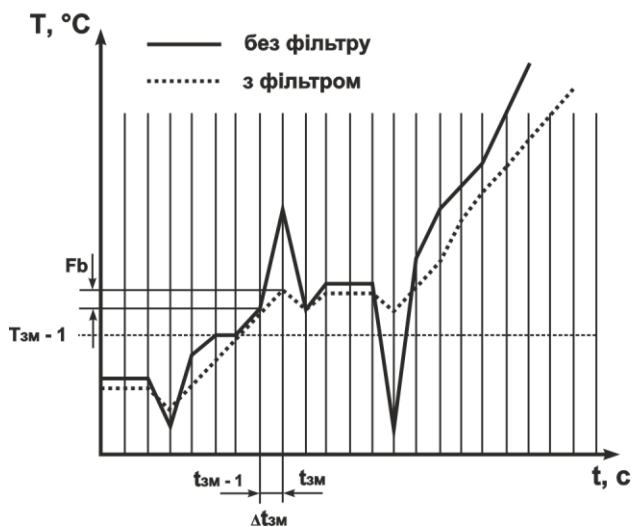

Рисунок 3
**2.2.6.1** Смуга цифрового фільтру дозволяє захистити вимірювальний тракт від одиничних завад та задається у градусах Цельсія ( $^{\circ}\text{C}$ ). Якщо виміряне значення «Тизм» відрізняється від попереднього «Тизм-1» на величину, більшу за значення параметра  $F_{fb}$ , тоді виріб надає йому значення, що дорівнює («Тизм» +  $F_{fb}$ ) (рис. 3). Таким чином характеристика згладжується.